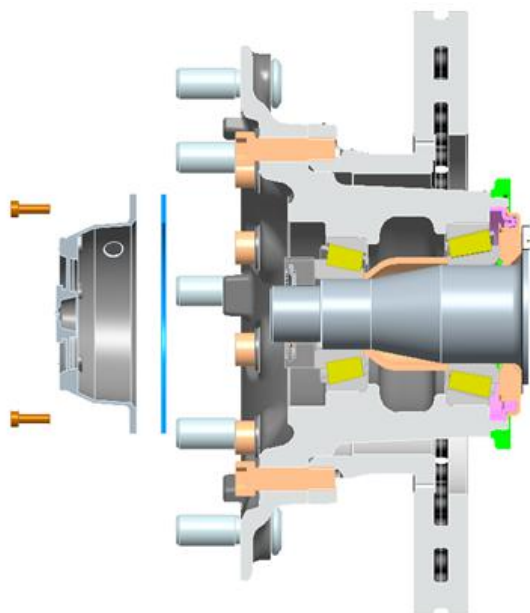

图 7
(1) 装调整螺母，调整轮毂轴承预紧力，检查 ABS 传感器信号
(2) 安装轮毂盖、纸垫、用螺钉及垫片紧固轮毂盖。图 7 螺钉拧紧力矩 16—24N.m